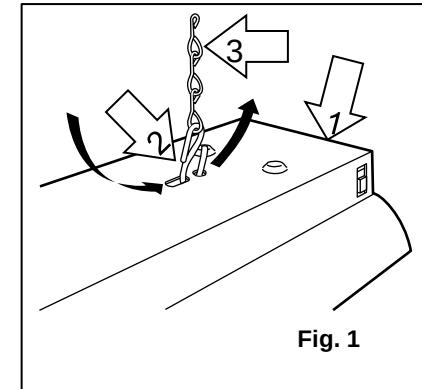
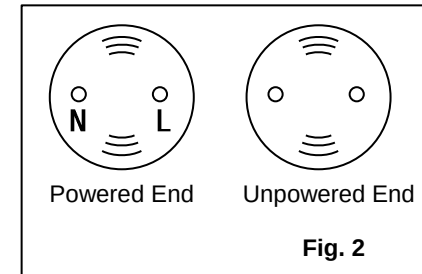

Fig. 1
Fig. 2
1. Enfiler les petites boucles de **crochets en S** (2) à une extrémité de chaque **chaîne de support** (3). Enfiler les grands boucles de **crochets en S** (2) à travers les trous prévus dans le **boîtier** (1). Fermer les deux extrémités de chaque **crochet en S** (2) à l'aide d'une pince. (Fig. 1)
2. Choisir un emplacement pour l'installation. S'assurer qu'une prise secteur standard 120 V/60 Hz se trouve à portée du cordon d'alimentation en la lampe. Installer deux crochets (non fournis) à l'emplacement choisi au plafond. Fixer la lampe au plafond en passant l'autre extrémité des deux chaînes (3) dans les crochets.
3. Pour installer la **lampe à tube**, guidez les broches à une extrémité de la lampe dans la **douille** opposée. Assurez-vous que l'extrémité du **tube** est placée à l'extrémité de l'appareil. (Fig. 2 et 3) Guidez l'autre extrémité du **tube** dans la **douille** opposée. Faites pivoter le **tube** de 90 ° (1/4 de tour) dans l'un ou l'autre sens jusqu'à ce qu'il soit assis.